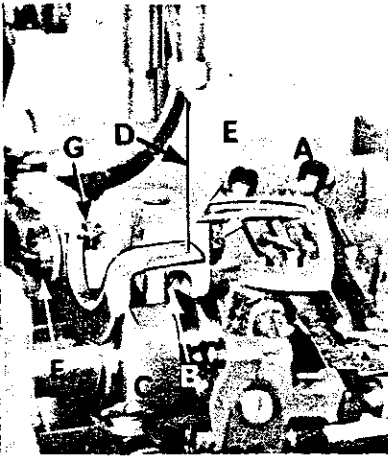

Fig. 9
Si los dientes de alimentación normales no están paralelos con la plancha, afloje la tuerca (A, Fig. 9) y gire el tornillo (B) en el sentido del reloj para bajar los dientes delanteros y en sentido contrario al reloj, para subirlos. Apriete la tuerca nuevamente cuando haya terminado el ajuste. La posibilidad de inclinar los dientes en las máquinas Union Special, es una gran ayuda en máquinas con alimentación normal, cuando se encuentran problemas de costuras fruncidas o costuras más cortas o estiradas. Inclinando los dientes más alto atrás que adelante, tiene la tendencia de estirar la costura y alimentar más en la parte ya cosida. Cuando se inclinan los dientes más alto frente de la aguja, éstas suben antes que los dientes de atrás y bajan después con el resultado de empujar más la tela enfrente del pie, que la que se alimenta por detrás, achicando la línea de costura para combatir ondulaciones (estiradas) a causa de la costura siendo más larga que la tela.
Coloque el guarda-agujas posterior (C, Fig. 9) horizontalmente de manera que casi llegue a tocar la parte posterior de la aguja (D) cuando ésta esté en el punto más adelantado de su recorrido. Se permite un espacio de .005" de pulgada (0.12mm). Debe de colocarse lo más bajo posible, siempre y cuando la cara vertical llegue a 3/64" de pulgada (1.19mm) de la aguja, hasta que la punta del looper (E), que se mueva hacia la izquierda, esté parejo con el lado izquierdo de la aguja. Para mover el guarda-agujas hacia adelante o hacia atrás, afloje el tornillo (F), acomode el guarda-agujas y vuelve a apretar el tornillo. Para subir o bajar el guarda-agujas, afloje el tornillo (F) y gire el tornillo (G) en el sentido del reloj para bajar el guarda-agujas y en el sentido contrario para subirlo. De nuevo apriete el tornillo (F) después de completar el ajuste.